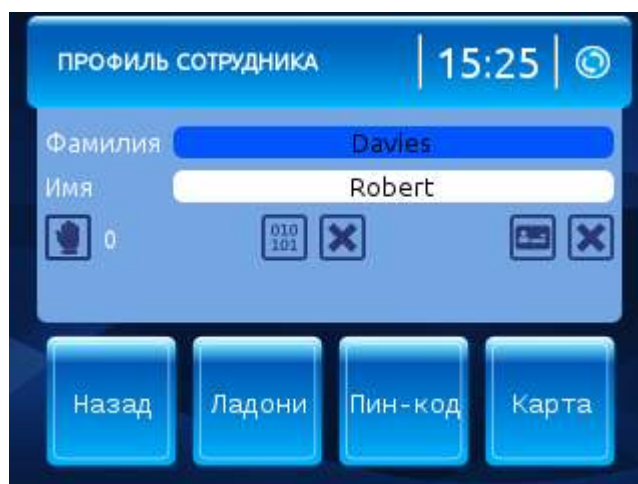

Рисунок 44 - Изменение данных о сотруднике
- **Изменить** – изменение данных выбранного сотрудника (Рисунок 44).
В данном разделе можно редактировать следующие данные (см. Рисунок 44):